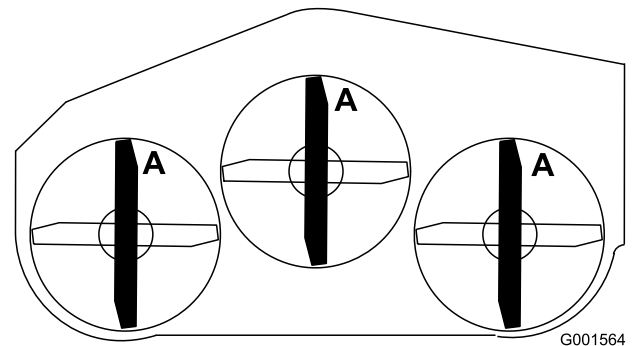

Figura 58
1. Gire las cuchillas hasta que los extremos estén orientados hacia adelante y hacia atrás (Figura 58).